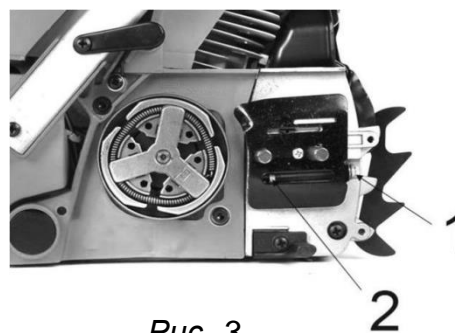

Рис. 3.
С помощью отвертки поверните регулировочный винт (1) (См. Рис. 3) против часовой стрелки, пока выравнивающий штифт (2) (выступающий вал) не достигнет своего предельного положения (См. Рис.3).